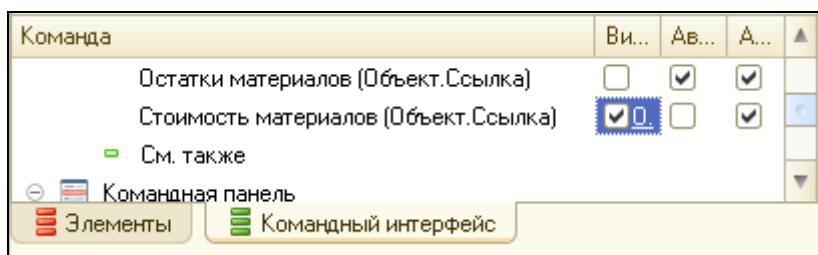

Рисунок 3.31 Видимость команды СтоимостьМатериалов
7. Отредактировать командный интерфейс, для этого открыть форму документа. Перейти на закладку **Командный интерфейс** в левом верхнем окне. Раскрыть группу **Перейти**. Установить свойство Видимость у команды **Стоимость-Материалов** (рис. 3.31).